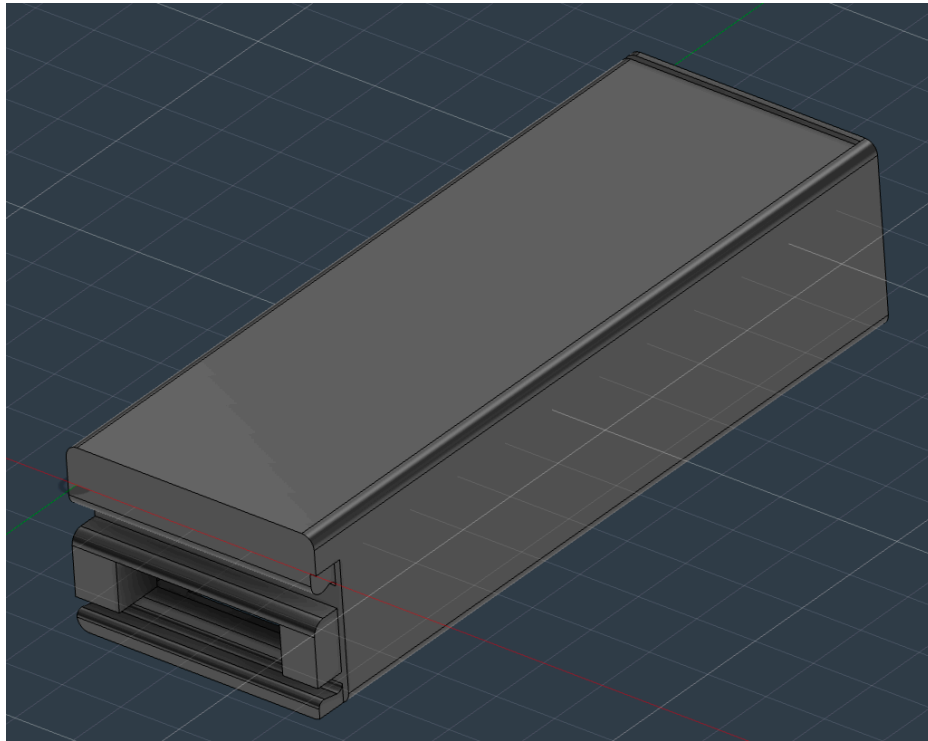
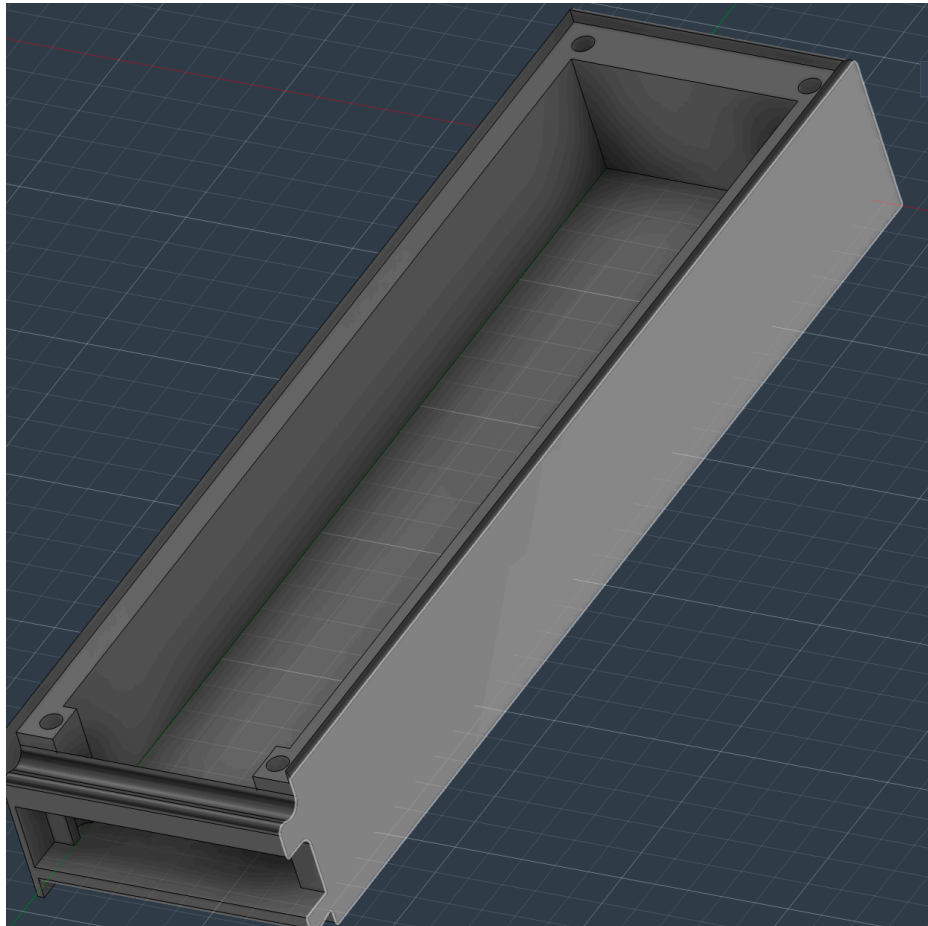

図1 指揮棒筐体 3D モデル（外観）：角にフィレット，一端に USB コネクタ用の開口部
図 2 指揮棒筐体 3D モデル（内部）：四隅にネジ穴，蓋と本体の嵌合構造
- 筐体 3D モデル: 図 1 (外観), 図 2 (内部)